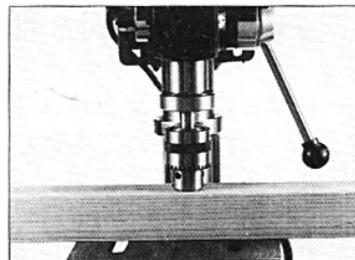

図6-3
(3) ハンドルを回して、スピンドルシャフトをチャックの上部の穴に押し込んで下さい。図6-3